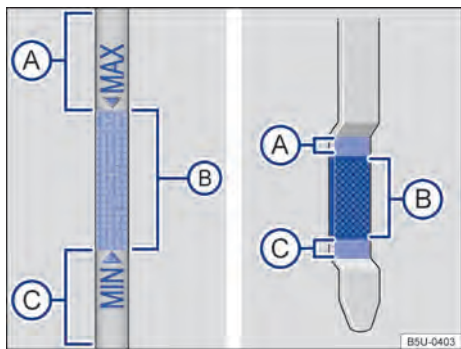

Fig. 154 Varilla de medición del aceite con marca de nivel de aceite del motor.
5. Retirar la varilla de medición del nivel de aceite del tubo guía y limpiarla con un paño limpio → ①.
7. Retirar nuevamente la varilla de medición del nivel de aceite y leer el nivel de aceite del motor en la varilla del nivel de aceite → fig. 154 de la siguiente manera:
- Vuelva a comprobar el nivel del aceite del motor en la varilla de medición antes de volver a agregar una pequeña cantidad de aceite del motor. Nunca recargar con aceite del motor en exceso → (D).
- Una vez finalizado el proceso de la reposición de aceite, el nivel del aceite del motor debe estar, al menos, en el medio del nivel → fig. 154 (B), pero jamás por encima del nivel (A) → (D).
- No arranque el motor si el nivel de aceite del motor está por encima del nivel → fig. 154 (A). Buscar ayuda técnica especializada. De lo contrario, ¡pueden dañarse el catalizador y el motor!
En ninguna circunstancia el nivel de aceite del motor debe sobrepasar el área → fig. 154 (A). Con el nivel por encima de esta área, el sistema de escape puede extraer el aceite a través de la ventilación del cárter y lanzarlo a la atmósfera. Además, el aceite puede quemarse en el interior del catalizador, dañándolo.
En caso de alta demanda del motor, el nivel del aceite del motor debe estar lo más cerca posible del nivel → fig. 154 , sin sobrepasarse, como, por ejemplo, en viajes largos en carreteras durante el verano o durante travesías de montañas.